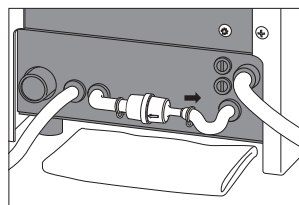
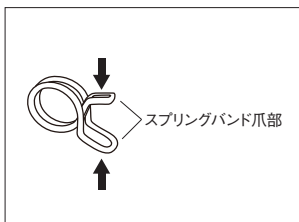

図30
図31
- 5) 給水フィルタの両端のチューブをスプリングバンドを持ちながら引張ってチューブを外します。（図30）チューブが硬く引き抜けない場合は、スプリングバンドの爪部を上下から押さえ、バンドをゆるめながらチューブを外してください。（図31）